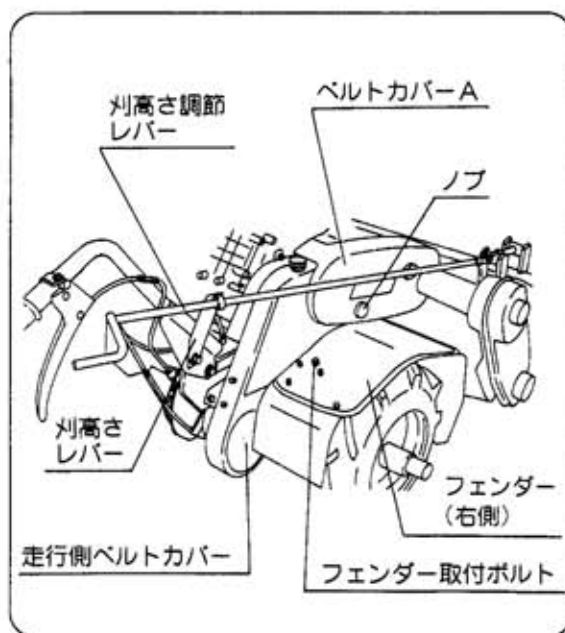
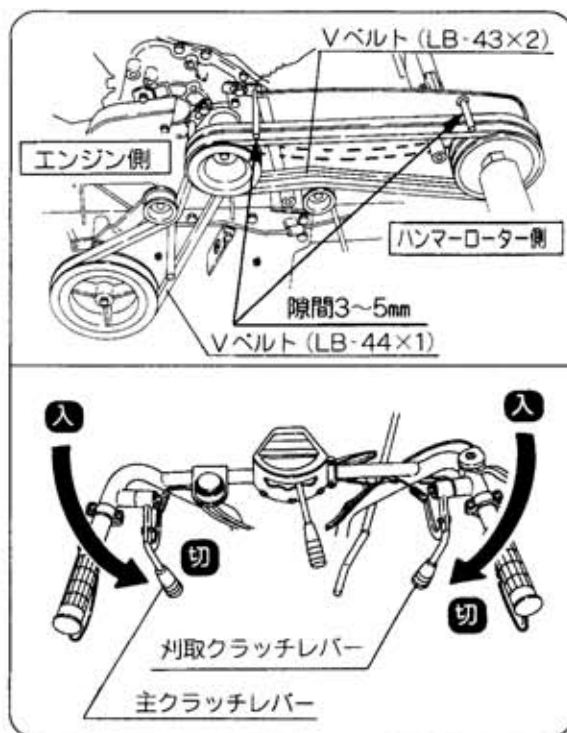

図58
図60
- ① フェンダー取付ボルトをゆるめフェンダー右側を外します。(図58)
- ② 刈高さ調節レバーをゆるめます。(図58)
- ③ ノブをゆるめベルトカバーAを外します。(図58)
- ④ 走行側ベルトカバーを外します。(図58)
- ⑥ Vベルトを交換します。(図60)
- ⑦ ベルト交換後は逆の順序で組立てます。
- ⑧ 主クラッチレバー [入]、刈取クラッチレバー [入] のとき、ベルトとベルト押さえの間は3~5mmになるようにベルト押さえを固定します。
- ⑨ ベルトカバーA、走行側ベルトカバー、フェンダーを取付けてください。(図58)